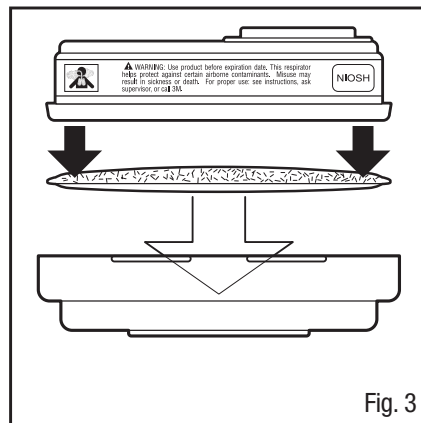

Fig. 3
2. Enfoncer la cartouche dans le dispositif de retenue de filtre. Elle devrait s'enclencher fermement dans le dispositif de retenue de filtre. Une fois correctement installé, le filtre couvre entièrement la face de la cartouche (Fig. 3).